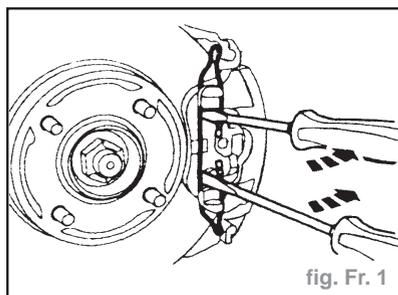
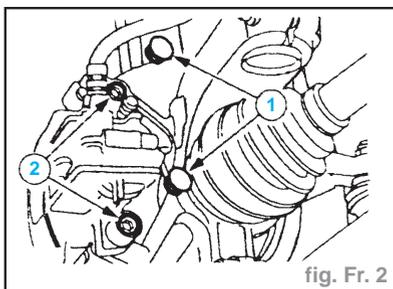

fig. Fr. 1
fig. Fr. 2
- Détacher le clip de fixation de plaquette de frein extérieure (fig. Fr. 1).
- Détacher l'étrier de frein (fig. Fr. 2) :
- déposer les chapeaux de vis (1).
- déposer les vis (2).
- Poser l'étrier de frein : (fig. Fr. 2)
- poser les vis (2). Serrer à **2,8 daN.m**,
- poser les chapeaux de vis (1).
- Mettre en place le clip de fixation de plaquette de frein extérieure (fig. Fr. 1).
- Détacher l'étrier de frein : (fig. Fr. 2)
- déposer les chapeaux de vis (1),